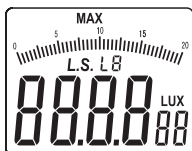

Figura 4
- Pressione e segure a tecla “MAX/MIN” por um curto período, “MAX” aparecerá na parte superior da interface LCD (conforme mostrado na figura 4).